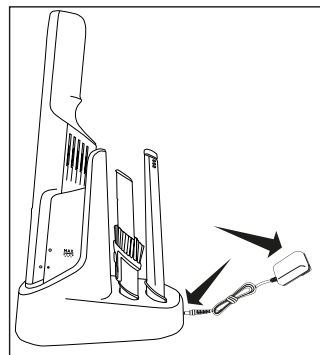
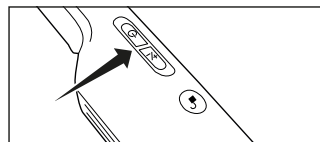

Fig. 2
Fig. 3
2. Schließen Sie das Netzteil an die Ladestation und an eine Steckdose an (Fig. 2). Die Anzeigeleuchte am Sauger blinkt rot, während die Batterie geladen wird. Wenn die Anzeigeleuchte grün leuchtet, ist die Batterie vollständig geladen (Fig. 3). Die Ladezeit beträgt etwa 3 Stunden.